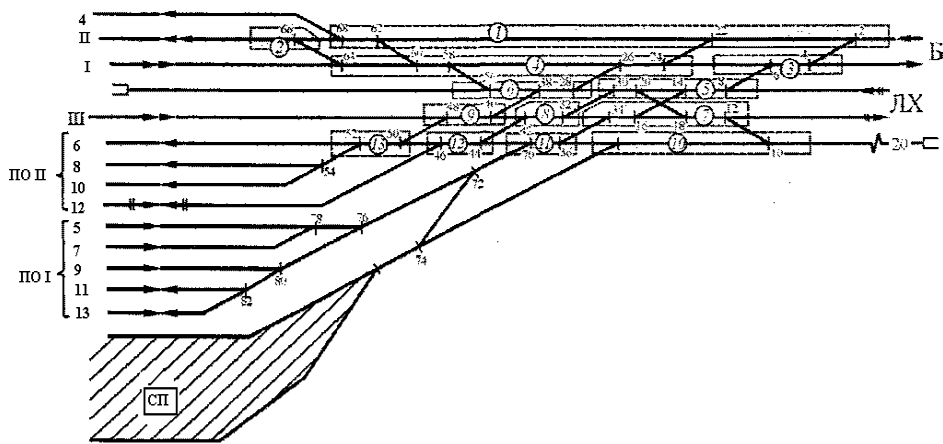

Рис. 1. Пример секционирования горловины участковой станции
1. Прежде всего, горловину разбивают на стрелочные секции (рис.1). В каждую секцию входит группа стрелок, которая может быть использована только в одном маршруте. Нельзя включать в одну секцию стрелки, расположенные на одном пути, но которые могут быть использованы в другом, параллельном маршруте. Так стрелки 4, 6, расположенные на I главном пути, составляют третью секцию, а стрелки 24, 26, 58, 60, 64, расположенные на том же I пути, входят в четвертую секцию, так возможен прием грузового поезда из Б в парк ПОИ через четвертую, а параллельно возможно отправление поезда из парка ПОИ через третью секцию на Б.